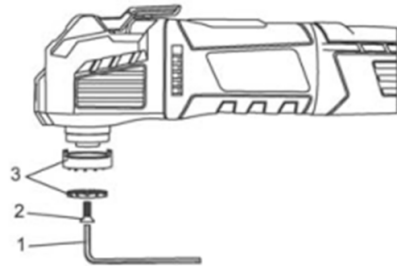

Fig. 3 – Removendo os componentes do porta lâmina
- a. Use a chave allen de 5 mm (1) para remover o parafuso do acessório fechado (2) e os dois componentes do porta-lâmina do acessório fechado (3) (Fig.3).